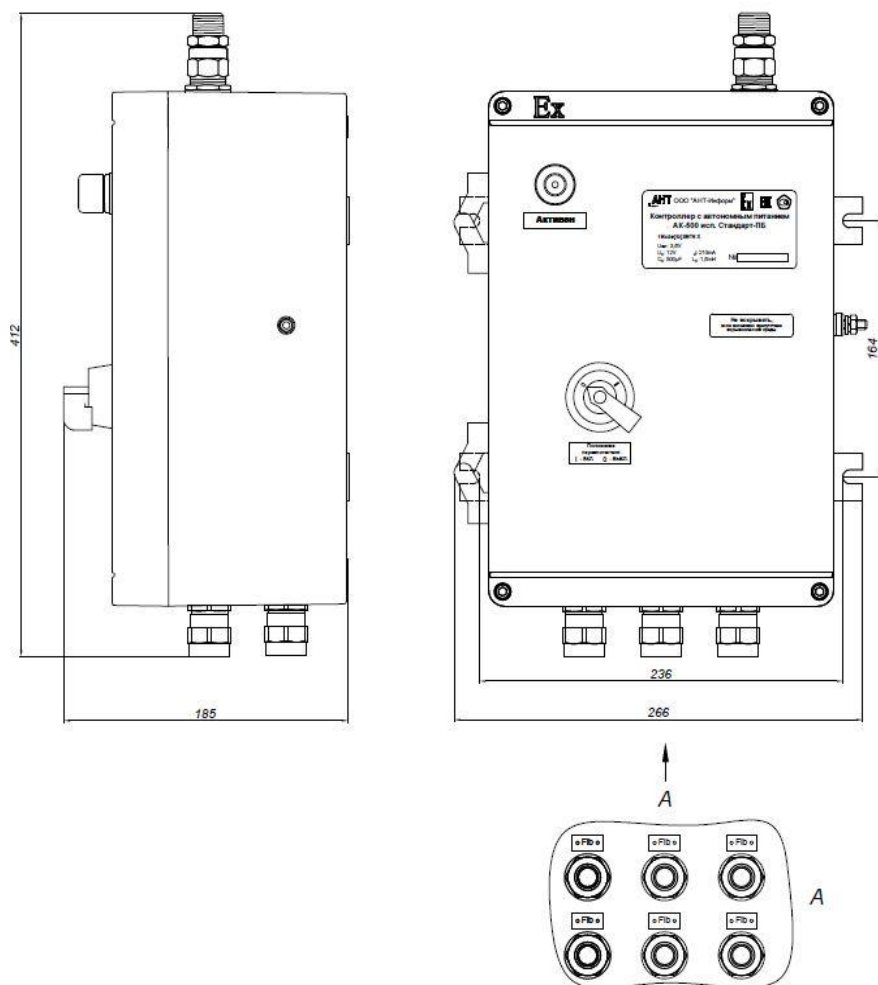

Рисунок 1.3. Внешний вид контроллера АК-500 «Стандарт-ПА» и «Стандарт-ПБ»
- 3) Стандарт-ПА – в пластиковой оболочке с повышенной защитой против взрыва с шестью кабельными вводами снизу и одним антенным сверху по комплекту КД АЕТВ.426400.001-02. С перезаряжаемыми элементами питания. И внешним механизмом отключения питания.(рис. 1.3).
- питания.И внешним механизмом отключения питания.(рис. 1.3).